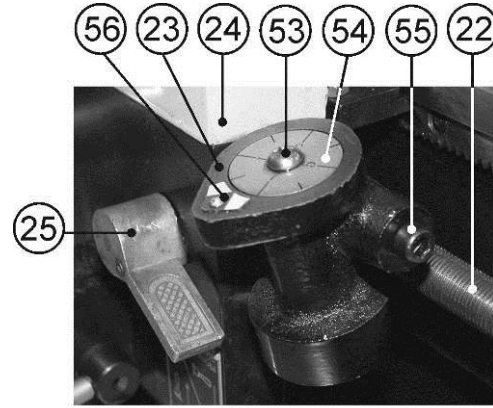
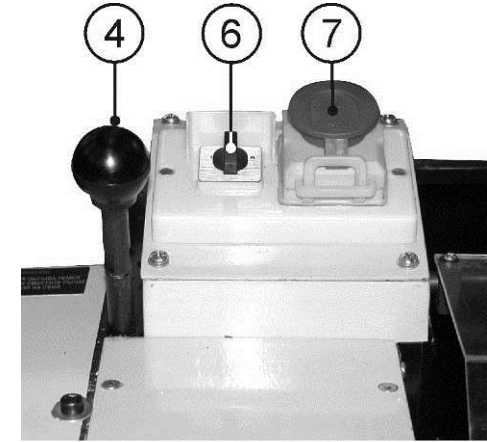
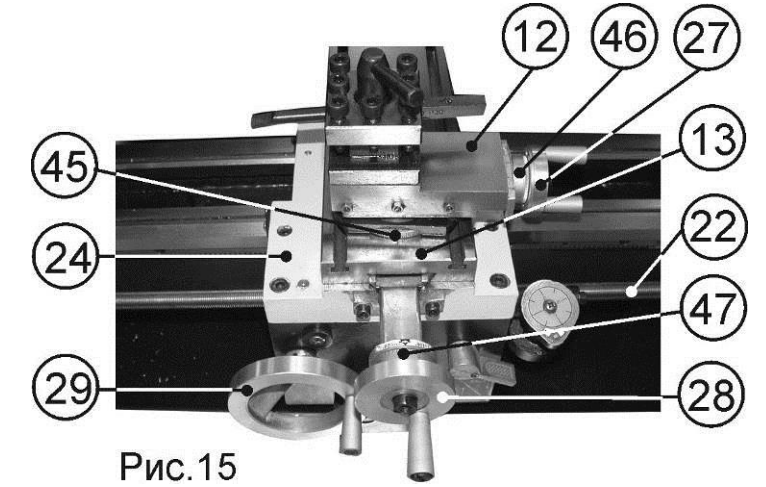
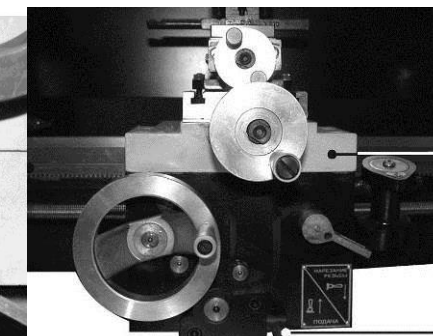

Рис.20
Рис.14
Рис.15
Рис.17
Станок включится (начнёт вращаться шпиндель), Рис. 14.
10.2.4. Направление вращения шпинделя определяется положением переключателя направления вращения шпинделя (6), Рис. 14.
10.8. Индикатор нарезания резьбы (Рис. 20)
10.8.6. Маховиком подачи поперечного суппорта (28), Рис. 2, установите глубину резания, не превышая 0,2 мм за один проход. Опустите вниз ручку управления разъёмной гайкой ходового винта (25) и начните нарезание резьбы, Рис. 20.
10.8.7. По мере приближения резца к концу резьбы, отведите резец, используя маховик подачи поперечного суппорта (28), Рис. 15. Поднимите вверх ручку управления разъёмной гайкой ходового винта (25), Рис. 20. Вращая маховик ручной подачи каретки (29), Рис. 15, отведите каретку назад к началу нарезания резьбы. Наблюдайте за вращающимся диском (54) индикатора нарезания резьбы (23). По мере совмещения метки (56) на корпусе индикатора нарезания резьбы (23) и ранее выбранного вами по таблице 5 числа индикаторного диска (54), резко опустите вниз ручку управления разъёмной гайкой ходового винта (25) и начните нарезание резьбы. Повторяйте цикл нарезания резьбы до окончательных размеров.
10.8.8. Направление движения автоматической подачи каретки (24) и направление вращения шпинделя (30), Рис. 2, определяется положением переключателя направления вращения шпинделя (6), Рис. 14.
10.3. Точение (Рис. 15)
10.3.1. Установка и подача резца в продольном направлении станины (20) станка, Рис. 2, производится вращением маховика ручной подачи каретки (29), Рис. 15.
10.3.2. Точная установка и подача резца в продольном направлении производится маховиком подачи (27) поворотного суппорта (12), установленного параллельно ходовому винту подачи каретки (22), что соответствует совмещению метки на поперечном суппорте (13) и нулевой отметки шкалы (45) поворотного суппорта (12), Рис. 15.
10.3.3. Расстояние прохождения резца контролируется по шкале лимба (46), (1 деление = 0,025 мм), Рис. 15.
10.3.4. Установка и подача резца в поперечном направлении (установка глубины точения, торцевое точение) производится вращением маховика подачи поперечного суппорта (28), Рис. 15.
10.3.5. Глубина подачи резца в поперечном направлении контролируется по шкале лимба (47). При этом, глубина точения за один проход не должна превышать 0,3 мм (1 деление лимба=0,025 мм), Рис. 15.
10.3.9. Обнуление лимбов (46, 47) поперечного и поворотного суппортов производится вращением от руки соответствующего лимба до совмещения рисок нулевых отметок, Рис. 15.
10.4. Точение с автоматической подачей (Рис. 17, 18)
10.4.2. Положение переключателя направления вращения шпинделя (6), Рис. 14, соответствует направлению автоматической подачи каретки (24), Рис. 17.
10.4.3. Переключением рычага включения автоматической подачи (26) в верхнее положение приводится в действие автоматическое перемещение каретки (24), Рис. 17.
10.6.2. Для замены шестерен убедитесь, что аварийный выключатель (7) установлен в положение ВЫКЛ. и станок отключен от источника питания, Рис. 14.
10.7.8. По мере приближения резца к концу нарезаемой резьбы отведите резец (35), используя маховик подачи поперечного суппорта (28), п.10.3., Рис. 15, а переключателем направления вращения шпинделя (6), Рис. 14, включите в обратном направлении.
10.7.9. Когда резец пройдет начало нарезаемой резьбы на 3-5мм, установите переключатель направления вращения шпинделя (6), Рис. 14, в нейтральное положение. Маховиком подачи поперечного суппорта (28) установите последующую глубину резания, не превышая 0,2 мм за один проход (описано выше п.10.3.). Установите переключатель направления вращения шпинделя (6), Рис. 14, в первоначальное положение (п. 10.7.6.), выполните последующий проход.